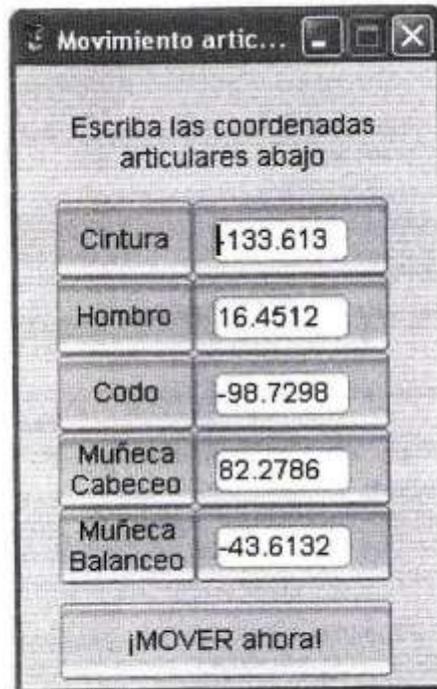

Figura 4-3. Cuadro de diálogo Movimiento articular hasta.
- El botón *Mover hasta*, ubicado en la mitad del panel *Coordenadas articulares*, permite que varias articulaciones sean movidas al mismo tiempo (a continuación se dan mayores detalles). Hacer clic en este botón abrirá el cuadro de diálogo *Movimiento articular hasta*, (observe la figura 4-3), lo que le permite definir un punto específico dando los valores de las articulaciones y, si así lo desea, las cinco articulaciones del robot se moverán al mismo tiempo.